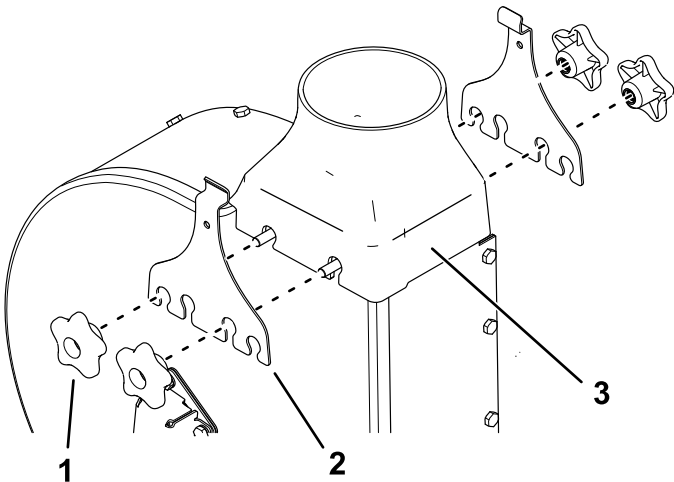

Bild 3
3. Entfernen Sie die vier Knöpfe, zwei Gebläseklemmen und den Gebläseübergang von der Gebläsebaugruppe (Bild 3).